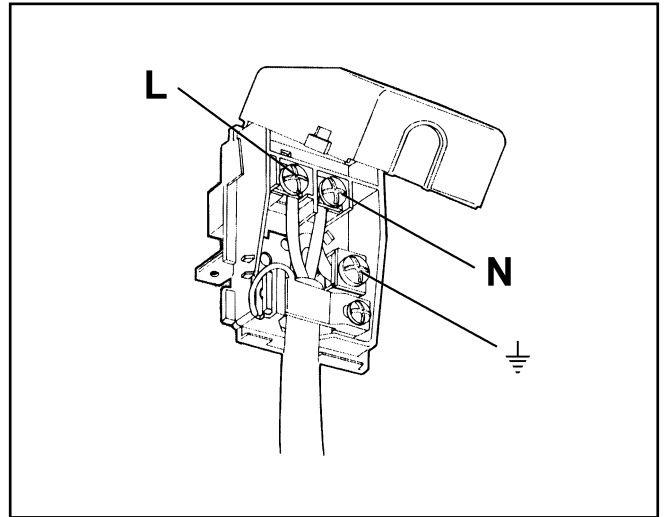

fig. 4
- Branchez le câble d'alimentation à la barrette de raccordement du four, en laissant le conducteur de terre plus long de 3 cm par rapport aux conducteurs actif (phase/neutre) (fig. 4).